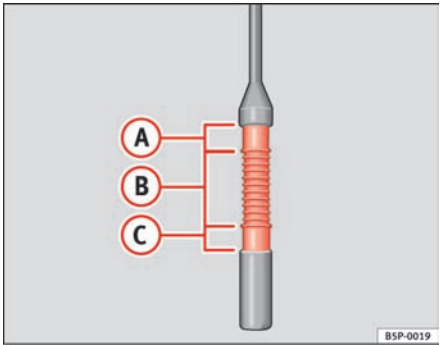

Fig. 166 Varilla de medición del nivel de aceite.
- A continuación, vuelva a extraerla y compruebe el nivel de aceite ⇒ **página 226, fig. 166**. En caso necesario, reponga aceite del motor.